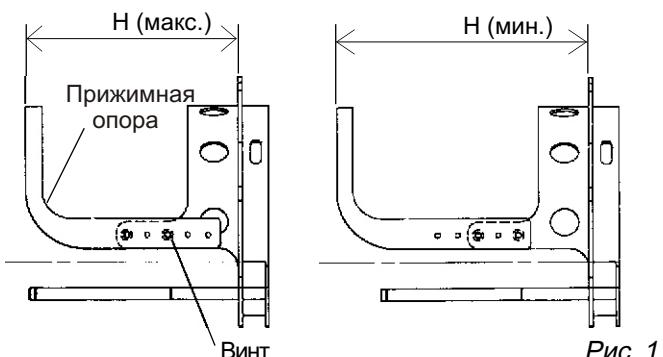

Рис. 1
1. Отрегулируйте положение прижимной стойки в соответствии с высотой головного убора (см. рис. 1).